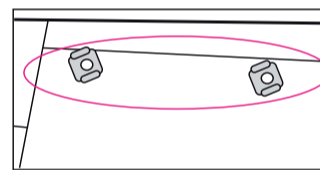

Figura 4 / Billede 4
Assemblare i 2 dadi (7) con viti sul lato posteriore (4a) come mostra la figura. (Figura 4 - 5)